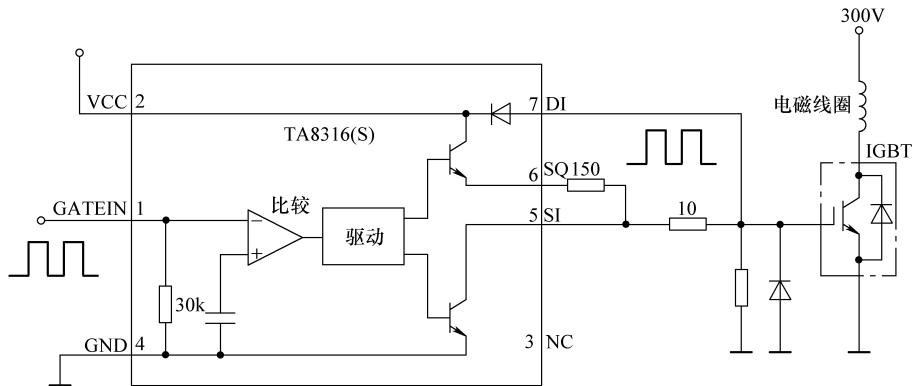

图 1-46 TA8316 (S) 集成电路的内部结构
TA8316 (S) 集成电路的内部结构如图 1-46 所示。